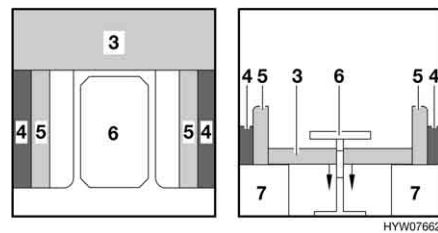

Fig. 93 Pendant la transformation
- Redresser les coussins d'assise (Fig. 93,5).
- Convertir la table (Fig. 93,6) en sommier de lit (voir paragraphe 6.12).